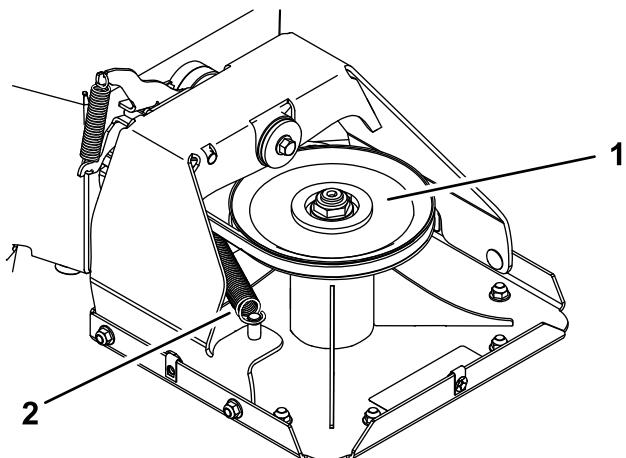
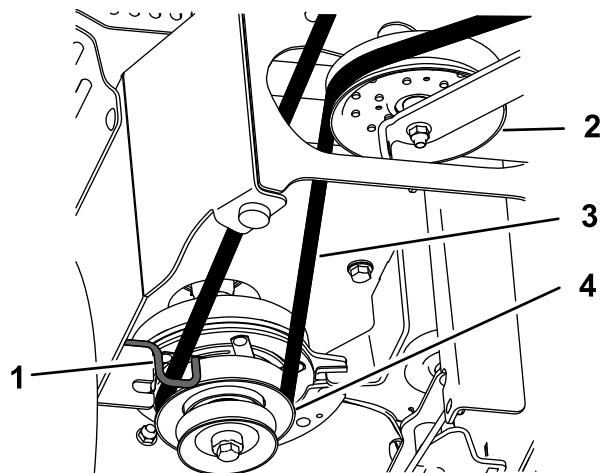

Figura 32
Figura 33
- Desconecte el muelle de extensión (Figura 32).
| 9. Pase la correa nueva alrededor de la polea del embrague, a través de la guía de la correa, por la polea tensora, y alrededor de la polea de la carcasa (Figura 32 y Figura 33). | |
| 10. Instale el muelle de extensión (Figura 32). | |